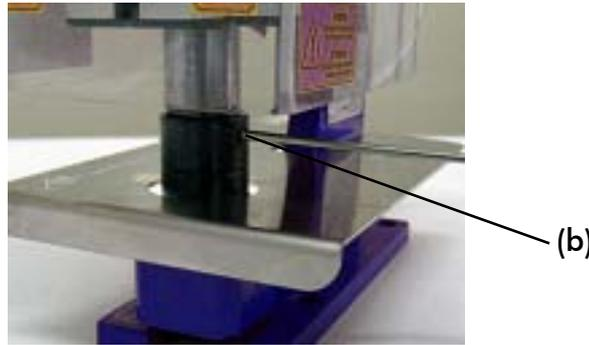

Bild 23
12.) Ziehen Sie die Schraube "b" (siehe Bild 23) des oberen Werkzeugteils "D" an.